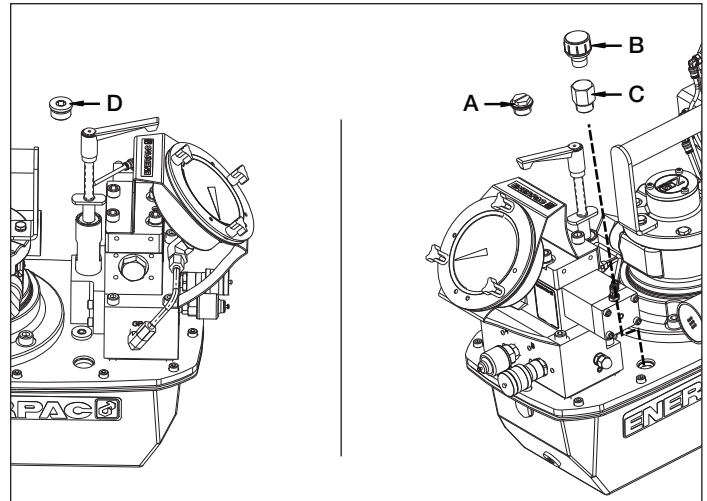
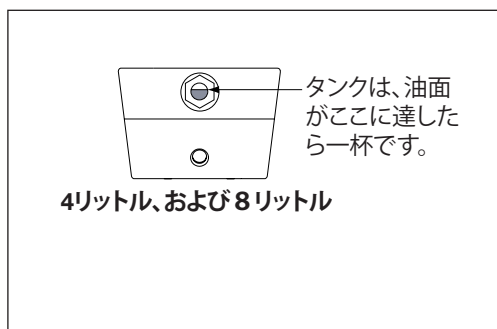

図2、オイル充填プラグとプリーザキャップ
図 4
4.1 プリーザキャップとオイル充填プラグ(図2参照)
始動前にオイルレベルを確認し、必要であればカバープレートからSAE #10プラグを外してオイルを追加します(図2参照)。オイルレベルがガラスボルトの覗き穴の一番上に達したら一杯です。(図4)